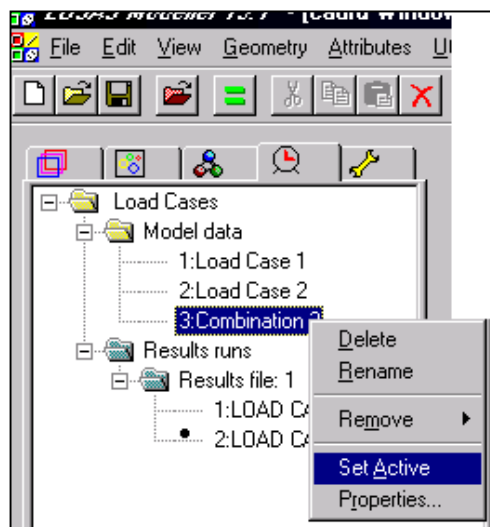

Fig. 55
- se activează combinația 3 (fig. 55)